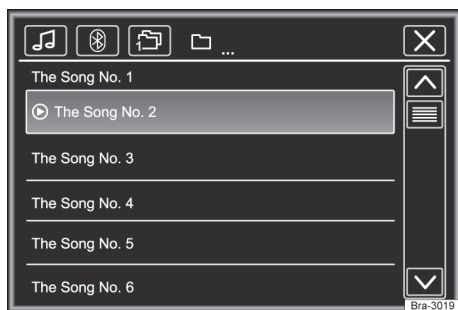
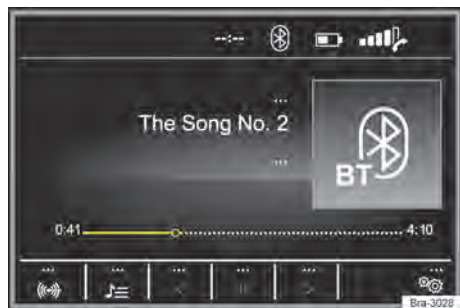

Fig. 135 Operação do rádio: lista de estações.
Fig. 134 Menu principal de mídia.
- Pressionar o botão **MEDIA** para abrir o menu principal **MEDIA** → Fig. 134.
As fontes de mídia que são reproduzidas atualmente são exibidas na superfície de função na parte inferior esquerda → Fig. 134.
Legenda da → Fig. 134 e → Fig. 135: